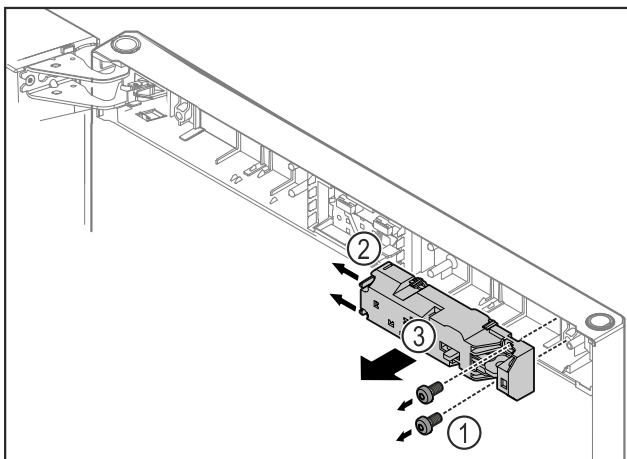

Fig. 12
- ▶ Odstráňte skrutky Fig. 12 (1).
- ▶ Potlačte výstupky Fig. 12 (2) do strany a odoberte diaľkový zámok Fig. 12 (3).